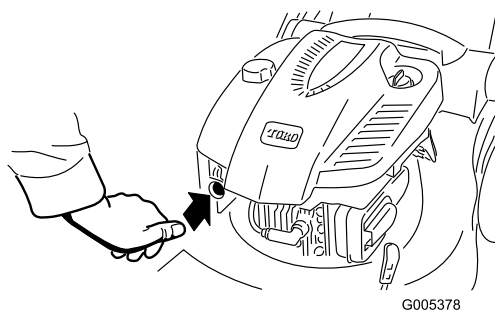

Figure 12
1. Appuyez fermement à 3 reprises sur l'amorceur avec le pouce, en marquant une pause d'une seconde chaque fois (Figure 12).